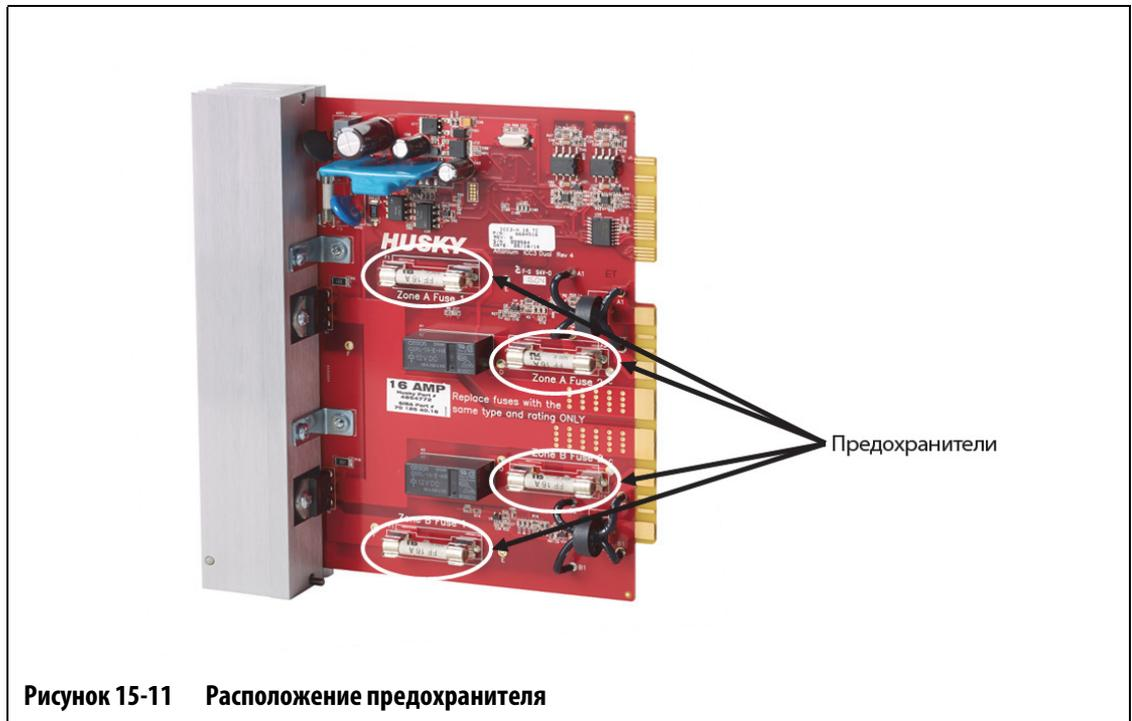

Рисунок 15-11 Расположение предохранителя
7. Извлеките и замените неисправный предохранитель на аналогичный по типу и номиналу. См. Рисунок 15-11.